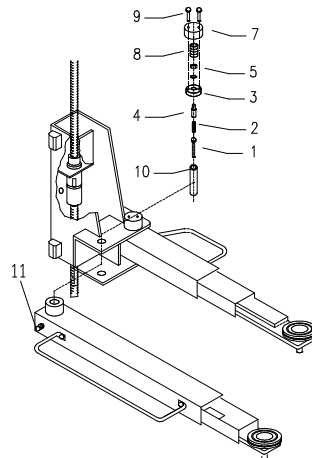

Fig.21
1. Draai de blokkeerbouten 11 (Fig.21) zover uit dat de lange draagarmen in de weggedraaide stand haaks op de heftafel en dus in het verlengde van de draagpoten van het grondframe staan. Dit is de maximale wegdraaistand van de draagarmen.
3. Monteer pen 10 (Fig.21) in de draagarm, zorg dat het borggat in pen 10 voor het gat in de zijkant van de hefarm valt (Fig.22).
6. Plaats nu pen 1 (Fig.21) in de draagarmen (Fig.24). Plaats de veer 2 (Fig.21) Smeer alles in met vet.
7. Bevestig pen 4 aan de schotel 3 met de moer 5 (Fig 21 + Fig.25). Niet vast maar geborgd dmv. borgvloeistof
8. Plaats nu de schotel met pen en daarna veer 8 en kap 7 en zet deze vast met 2x bout 9 (Fig.21).